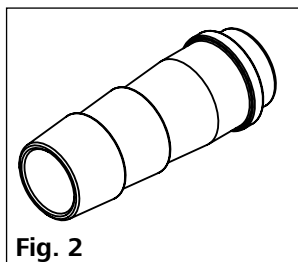

Fig. 2
- Schlaucholive DN 8 (2 Stck.) (siehe Fig. 2)
- Schlaucholive DN 12 (2 Stck.) (siehe Fig. 2)